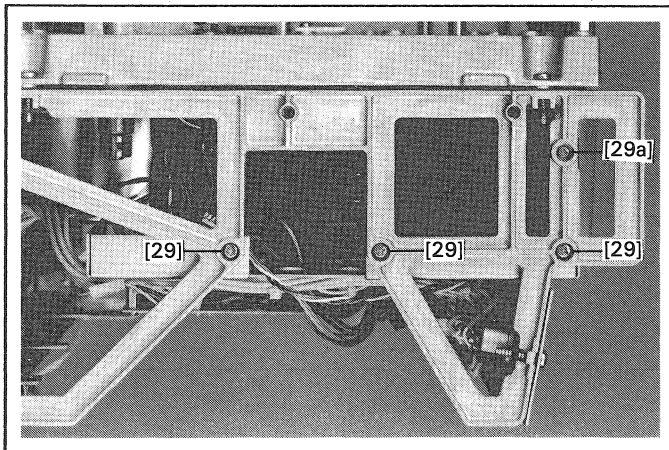

Fig. 15
- Beidseitig 4 Kreuzschlitzschrauben [29,29a] (Fig.15) lösen.